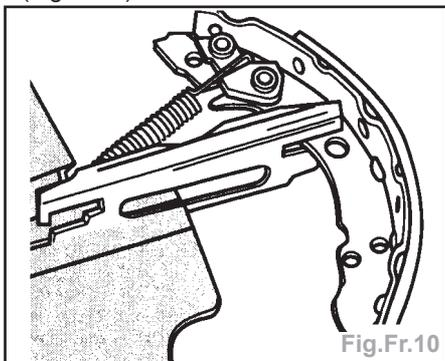

Fig.Fr.10
- Accrocher le ressort d'appui et placer le segment de frein sur la tige de poussée (Fig.Fr.10).